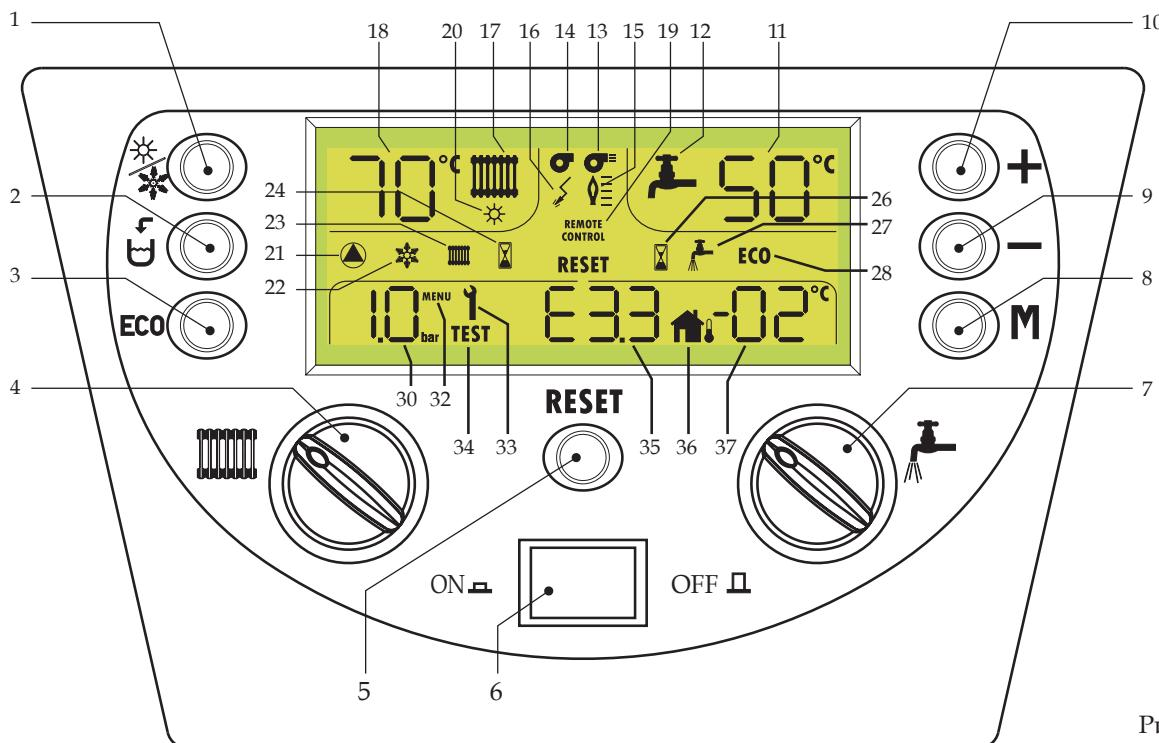

Рис. 1
Для включения/отключения режима Комфорт достаточно нажать клавишу 3 (- 3 - рис. 1). Когда включен режим Комфорт, надпись ECO исчезает с дисплея.
Для восстановления рабочего режима - нажать клавишу 5 (Сброс (Reset) - рис. 1).
- Нажать клавишу ВКЛ/ВЫКЛ (ON/OFF) (см. рис. 1)
Нажать клавишу ВКЛ/ВЫКЛ (ON/OFF) (см. рис. 1)
Для выбора одного из двух режимов достаточно нажать клавишу 1 (рис. 1).